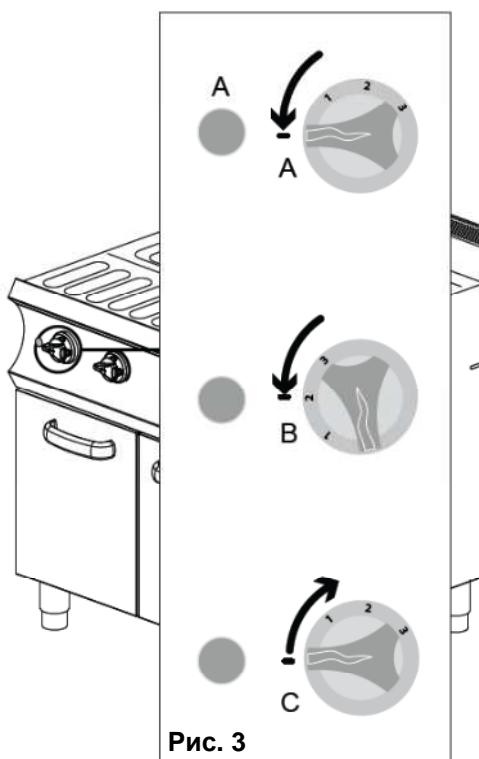

Рис. 3
1. Перевести рукоятку включения изделия в положение 1, 2 или 3. Должен загореться зеленый индикатор, указывающий на начало стадии готовки (рис. 3-А/В).
2. Перевести рукоятку в нулевое положение (рис. 3С) для выключения изделия после окончания готовки.